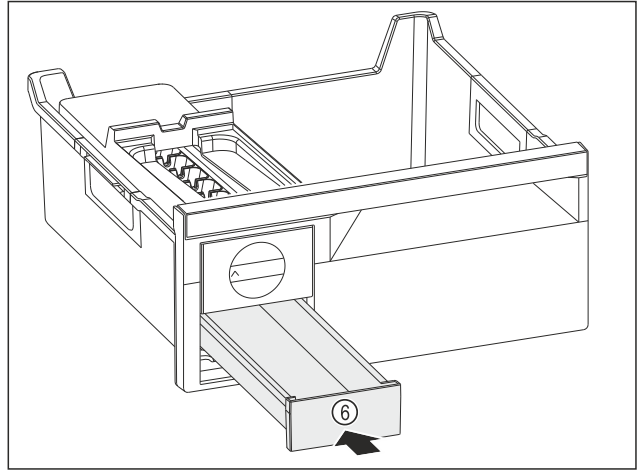

Fig. 217
- ▶ Buz küpü çekmecesini Fig. 217 (6) içeri itin.